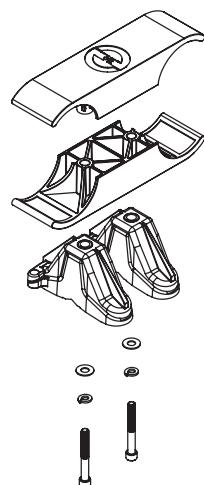

Figura 6
5. Coloque la **mordaza inferior para el tubo** sobre los tubos y asegúrela con el **conjunto de la mordaza de montaje** y el **perno real de 8,9 cm cm (3,5 pulg.)**, como se muestra en la **Figura 6**